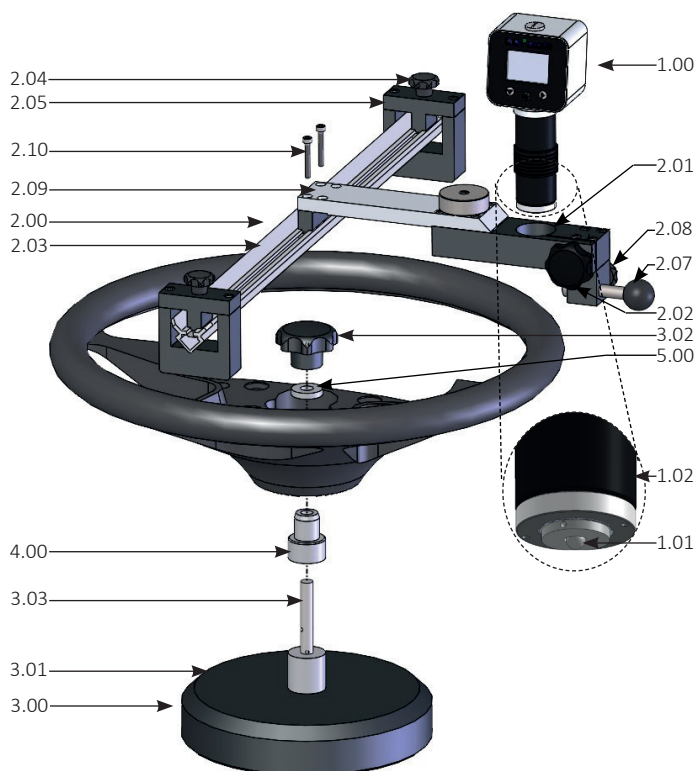

Abb. 1 Übersicht Messgerätelemente
- › Stellen Sie die Halterung (3.01, Abb. 1) auf eine stabile Unterlage.
- › Schrauben Sie den Sterngriff (3.02, Abb. 1) heraus.
- › Schieben Sie die passende Adapterhülse (4.00, Abb. 1) auf den Aufnahmedorn (3.03, Abb. 1).
- › Schieben Sie die Scheibe (5.00, Abb. 1) auf den Aufnahmedorn.
- › Lösen Sie den Sterngriff (2.02, Abb. 1) der Belastungseinrichtung (2.09, Abb. 1) und schieben Sie den Härteprüfer (1.00, Abb. 1 bis zum Anschlag (1.02, Abb. 1) in die Halterung (2.01, Abb. 1) der Zentriereinrichtung (2.00, Abb. 1).